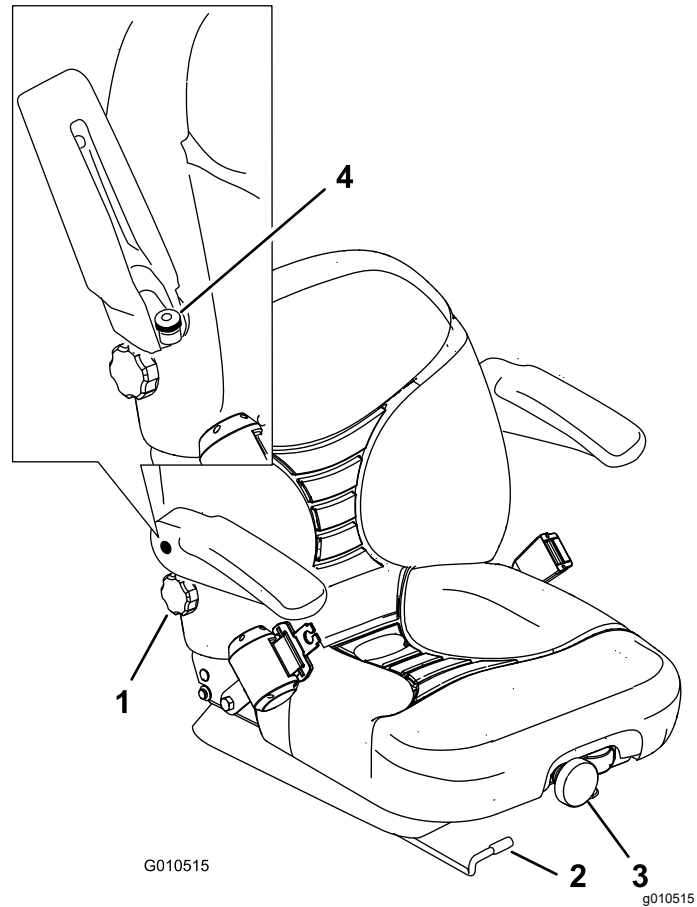

図 34
1. 調整は、レバーを横に動かしてシートのロックを解除して行う **図 34**。
調整は、前部についているノブを回して最も乗り心地が良い位置にセットします **図 34**。
調整は、アームレストを上げ、ノブを回して行います **図 34**。